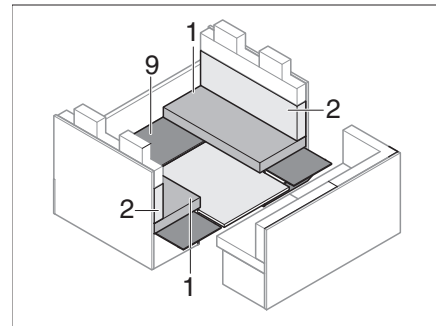

Fig. 200 Pendant la transformation
- Remettre le sous-bassement (Fig. 200,9) en place.